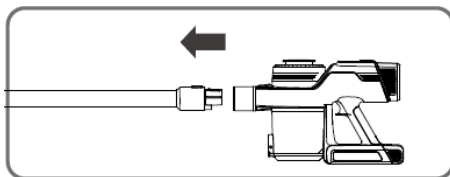

Figura 2
- Para quitar el tubo de aluminio, sujete la carcasa principal con una mano y sáquelo con la otra presionando el botón. (Figura 2)